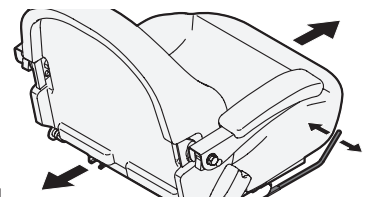

Figura 22
3. Suelte la palanca de ajuste. Asegúrese de que el asiento esté fijo en su posición antes de operar el tractor. Consulte la Figura 22.